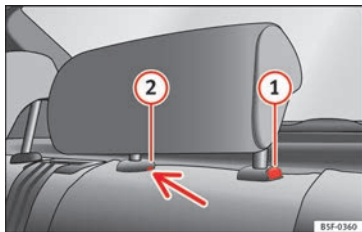

Bild 147 Bakre nackskyddet i mitten: Frigöringspunkt.
- För att sänka ner nackskyddet, tryck på knappen ① » » bild 147 och för det neråt.
- Tryck in knapp ① » » bild 147 samtidigt som du trycker på säkerhetshålet ② » » bild 147 med en maximalt 5 mm bred, platt skruvmejsel och ta bort nackskyddet.